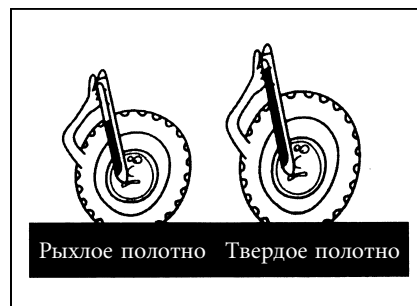

Рис. 2-22
- При взрыве можно двигать запчасти, как шину, обод, приводной мост расстоянием от машины более 500м; взрывные и разбрызгивающие обломки могут приводить к серьезному повреждению и смерти личности, поэтому необходимо обеспечить нормальность давления в шине, запрещается газировать шину более номинального давления. (Рис. 2-22)